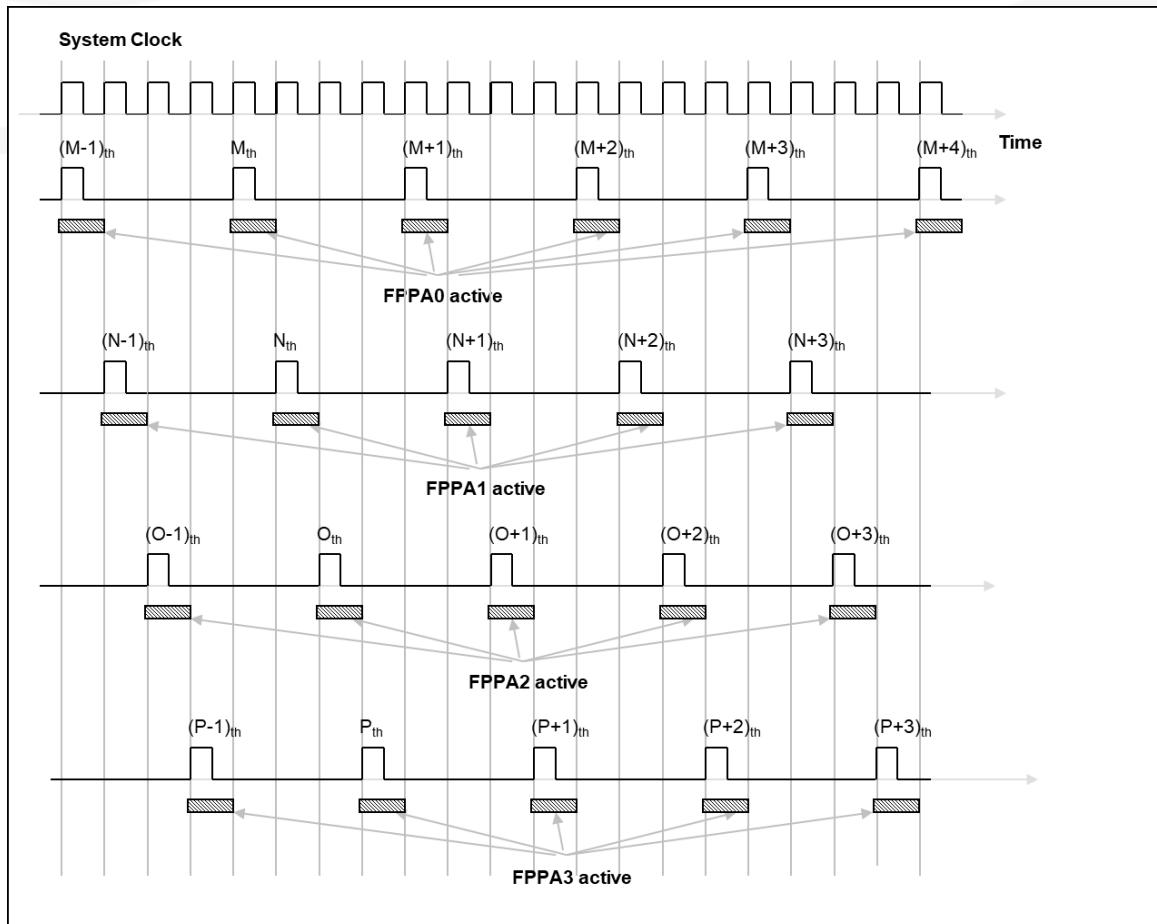

图 2：4-FPPA 单元架构以及基本时序
*pmode=6* 时，会将带宽分配给四个 FPPA 单元 (FPPA0, FPPA1, FPPA2, FPPA3)，时序图如图 2 所示。每个 FPPA 单元具有整个系统四分之一的计算能力，例如，如果系统时钟为 8MHz，FPPA0、FPPA1、FPPA2 和 FPPA3 将分别在 2MHz 时钟下工作。